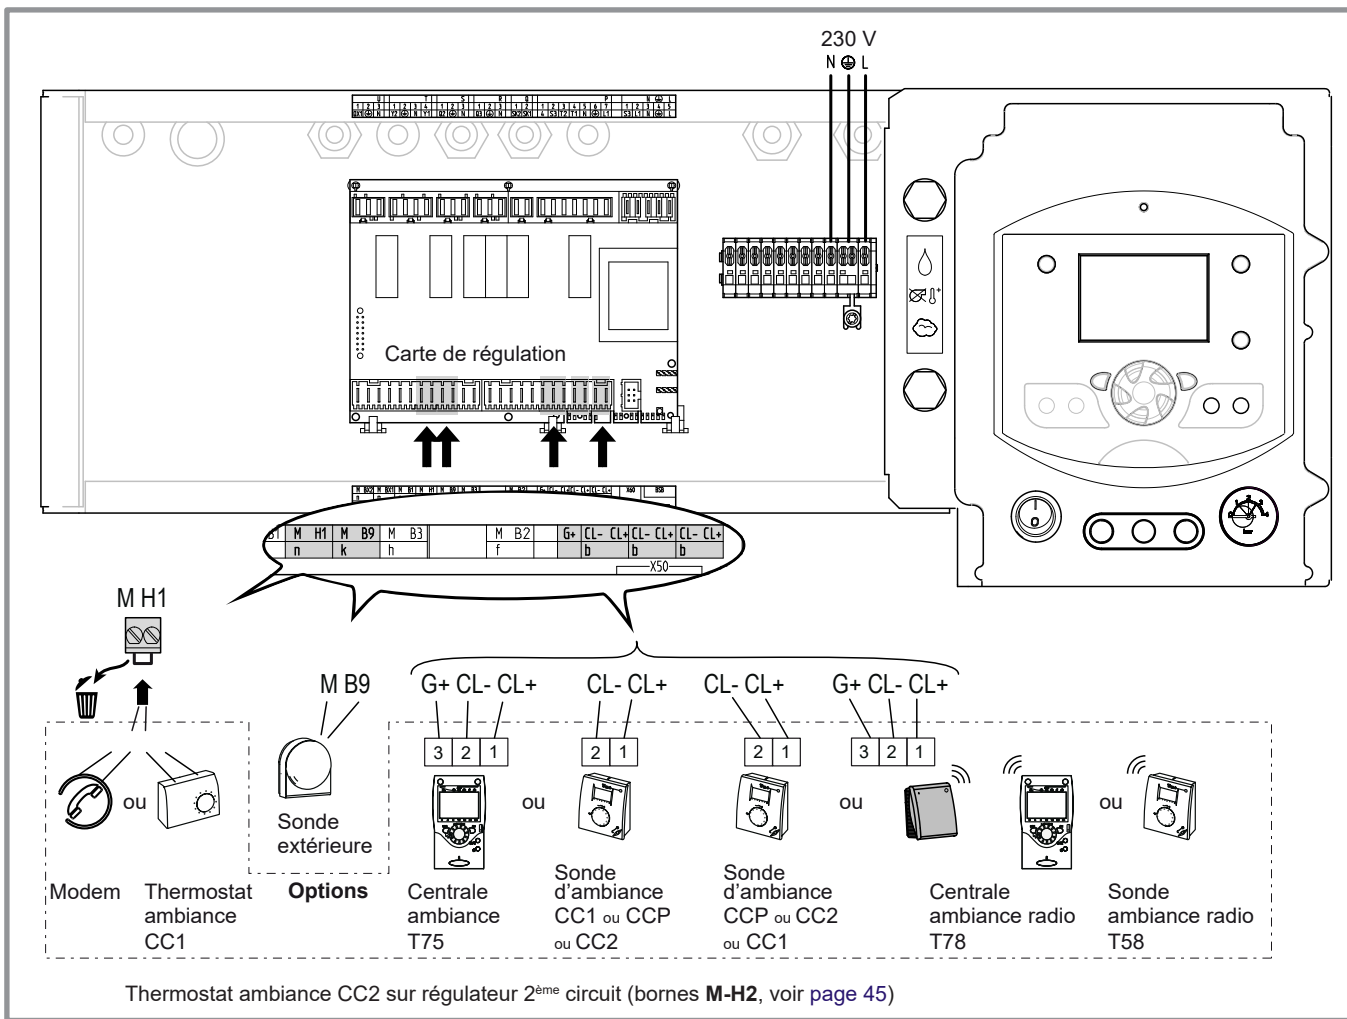

fig. 27 - Raccordements sur la carte de régulation chaudière
- Raccorder chacune des sondes sur l'une des bornes **CL+** et **CL-** de la carte de régulation de la chaudière (fig. 27) à l'aide du connecteur fourni.
- Supprimer le shunt et raccorder le (ou les) thermostat(s) sur les bornes **M-H1** (fig. 27) et/ou **M-H2** (fig. 46, page 45) et se référer à la notice du thermostat. (**Remarque** : Avec le thermostat sur CC1, le raccordement d'un modem téléphonique est impossible).
- Effectuer les raccordements suivant le schéma (fig. 27).